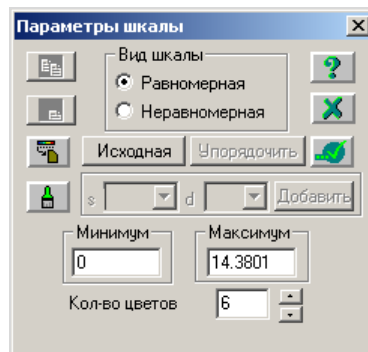

Рис.2.4.16. Окно диалога **Параметры шкалы** (после редактирования)
- задайте количество цветов 6 (рис.2.4.16);